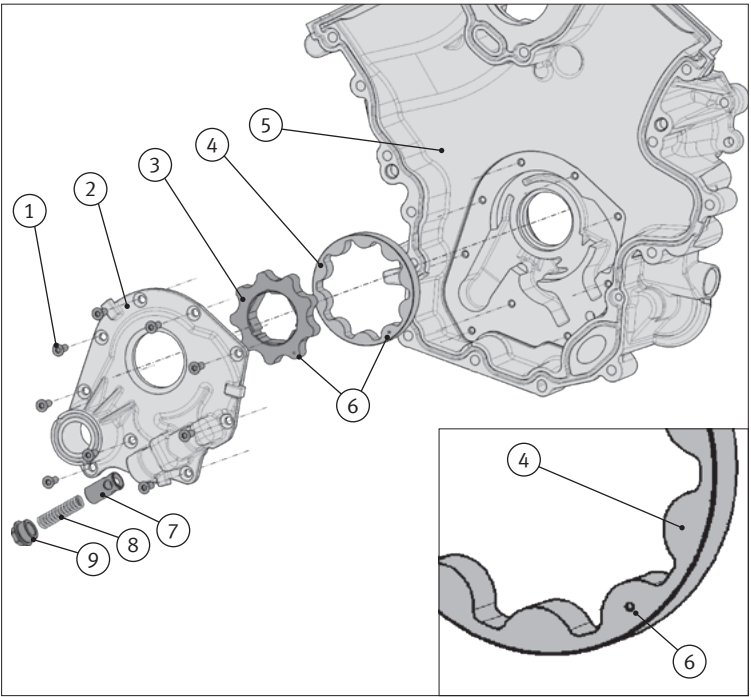

Abb. 1/ Fig. 1/ Puc. 1/ 图1
- Insert the spring (8) and valve body (7) – with the holes first – into the valve chamber of the new pump cover (2).
- Coat the thread of the end cap (9) with Loctite 574 (not included in the scope of supply) and tighten.
- Insert the internal rotor (3) and outer rotor (4) into the end cover (5) so that the markings are visible on the rotors in the form of a notch (6) (Fig. 1).
- Introduire le ressort (8) et le corps de soupape (7) – les alésages vers l'avant – dans le boîtier pour soupape du nouveau couvercle de pompe (2).
- Enduire le filet de l'obturateur (9) de Loctite 574 (non fournie), puis serrer à fond.
- Insérer les rotors intérieur (3) et extérieur (4) dans la plaque frontale (5) de manière que les repères rainurés (6) des rotors soient visibles (Fig. 1).
- Установите внутренний ротор (3) и наружный ротор (4) в переднюю крышку (5) таким образом, чтобы на роторах были видны маркировки в виде выемок (6) (Рис. 1).